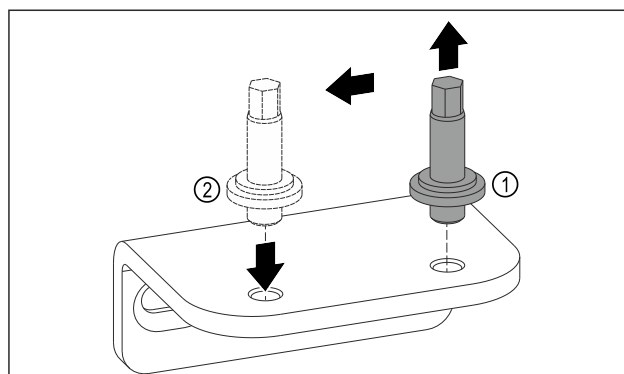

Fig. 13
- ▶ Wykręcić sworznie dolnej płytki zawiasu kluczem imbusowym SW5. Fig. 13 (1)
- ▶ Założyć sworznię po przeciwległej stronie. Fig. 13 (2)